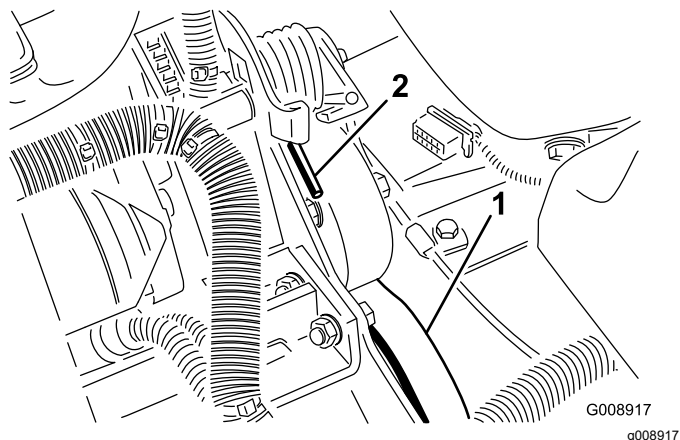

図 74
3. スプリングの端を前側に押し下げてブラケットから外し、スプリングのテンションをなくす 図 74。